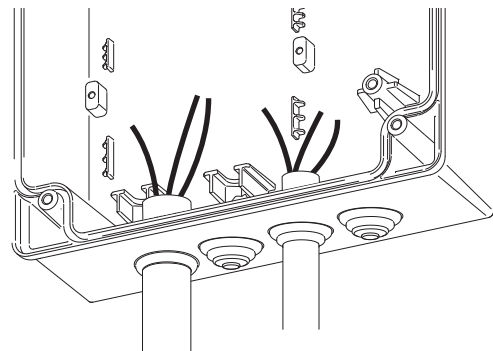

Fig. 2
- 3) Die Gummidichtung anfordern anfangend vom Mittelpunkt wie beschrieben im (Bild 2) die Dichtung nicht stricken, nur in das entsprechende Fach legen.